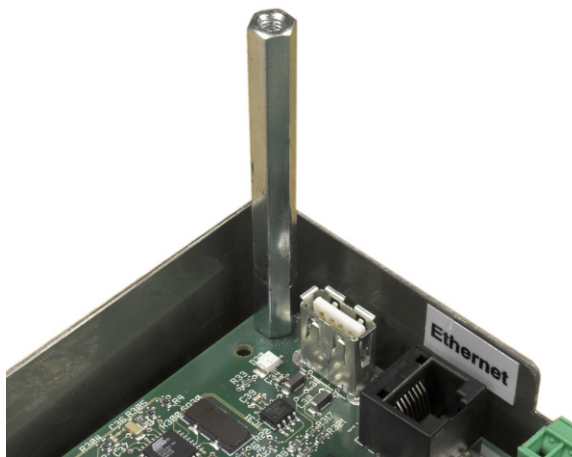

Figure 3-49 : Support sur la carte principale
11. Dévissez les six vis fixant la carte principale au boîtier et enlevez-les. Leurs emplacements sont entourés sur la Figure 3-49. Dans le cas d'un terminal avec montage sur panneau, les quatre fixations externes sont des supports hexagonaux (voir la Figure 3-49).